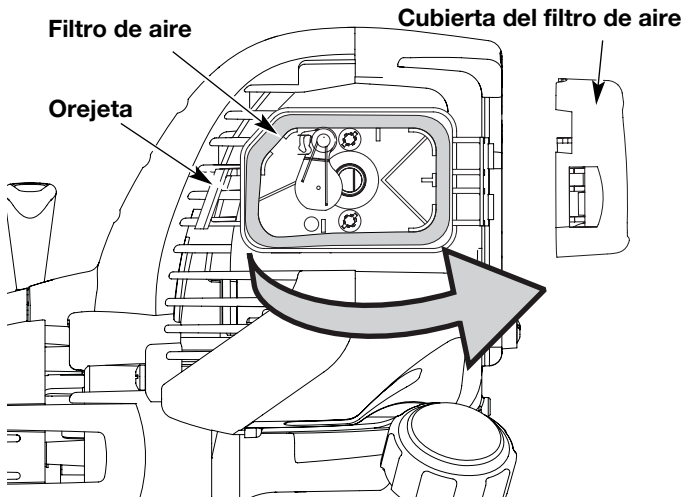

Fig. 28
1. Abra la cubierta del filtro de aire. Empuje hacia adentro la orejeta del lado derecho de la cubierta, y extraiga la cubierta del filtro de aire hacia afuera y hacia la izquierda (Fig. 28).
2. Retire el filtro de aire (Fig. 28).